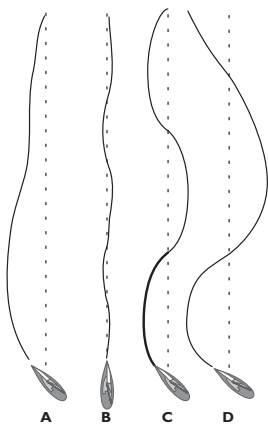

Fig 4.4 - Effekterna av justering av förstärkning
Fig. 4.4 visar effekterna på när förstärkningen är inställd för lågt (A) – det tar lång tid för båten att komma tillbaka till korrekt kurs. B visar en perfekt inställning, där felaktigheter i kursen snabbt korrigeras. C illustrerar effekten av att ställa in förstärkningen för högt, vilket gör att båten "slingrar" sig. Allt för hög inställning av förstärkningen (D) leder till en mycket instabil kurshållning.